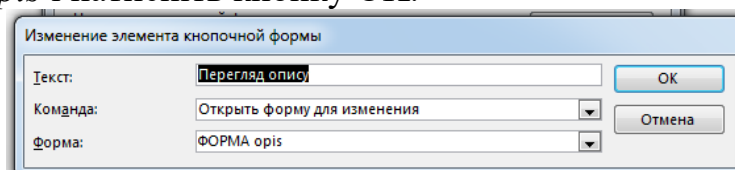

Рис. 40. Створення елемента для кнопкової форми
16. У вікні *Изменение элемента кнопочной формы* (рис. 40) у полі *Текст* буде – *Перегляд опису*; оберіть команду *Открыть форму для изменения*; у полі *Форма* оберіть *Форма opis* і натисніть кнопку *ОК*.